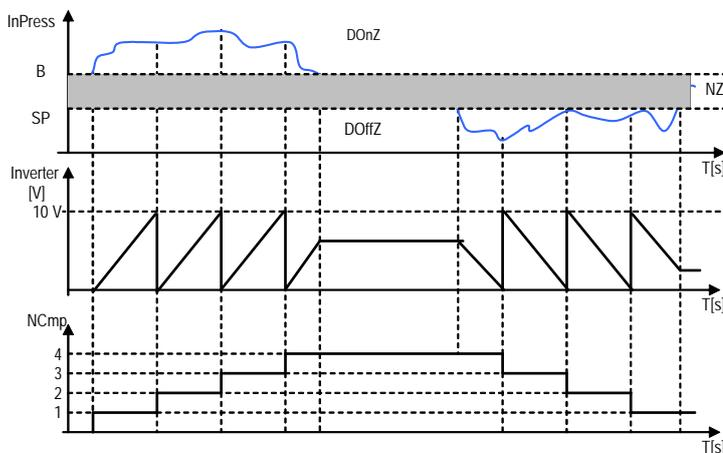

Fig 5.1
**Régulation à zone neutre :** le régulateur est programmé sur le premier compresseur qui sera toujours le premier à se mettre en marche et le dernier à s'arrêter. Le contrôle requiert la programmation d'un décalage pour la régulation de l'inverseur, masque S6, du point de consigne (SP) et du temps de rampe inverseur. Trois zones sont définies: zone démarrage DOnZ, zone neutre NZ et zone d'arrêt DOffZ dans lesquelles le programme a un comportement différent voir Fig. 5.1.